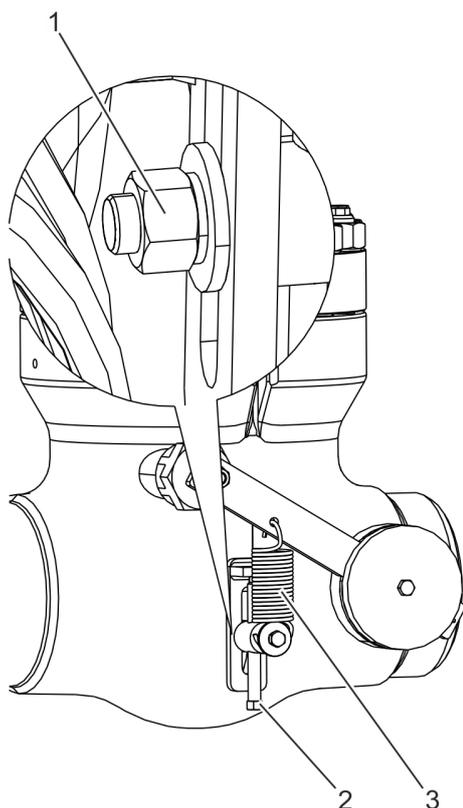

Fig. 37: Desmontar los muelles
1. Suelte con cuidado la tuerca de sujeción (Fig. 37/1) del perno de unión.
*No retire la tuerca de sujeción (Fig. 37/1) del perno de unión.*
2. Suelte el tornillo de ajuste (Fig. 37/2) hasta que el muelle (Fig. 37/3) esté completamente destensado.